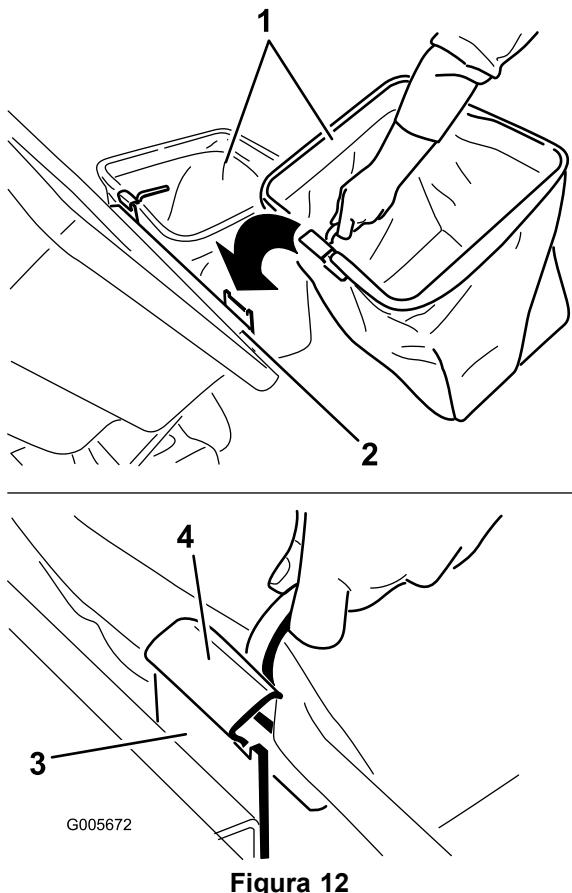

Figura 12
- Levante la tapa del ensacador e instale las bolsas, colocando los enganches del bastidor de las bolsas sobre los soportes de retención (Figura 12).